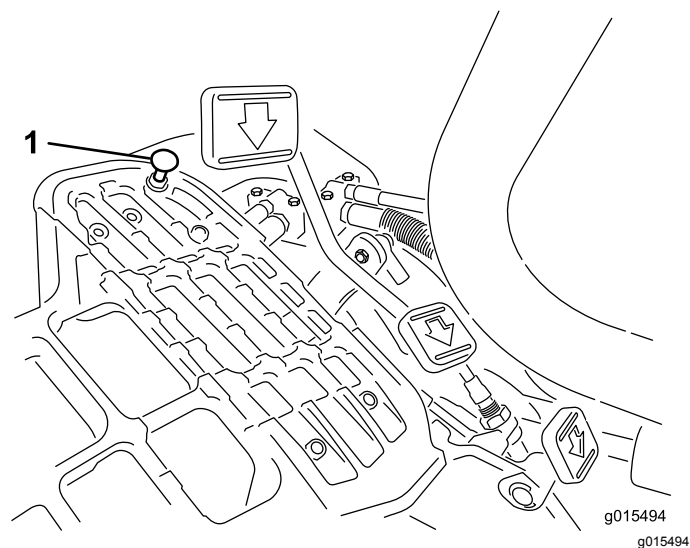

図 36
1. モードレバーを移動走行位置にセットし、ペダルストップを固定しているロックナットをゆるめる 図 36。
モードレバーを移動走行位置にセットし、ペダルを一杯に踏み込めば最高速度となります。ケーブルに張力が掛かる前にペダルがストップ 図 36 に当たる場合には調整が必要です。